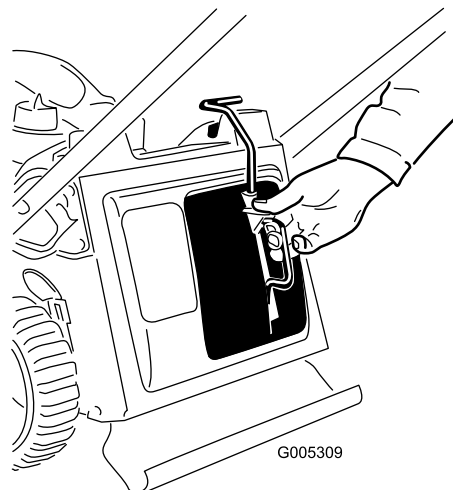

Figure 30
3. Insérez l'obturateur de déchiquetage (Figure 30).